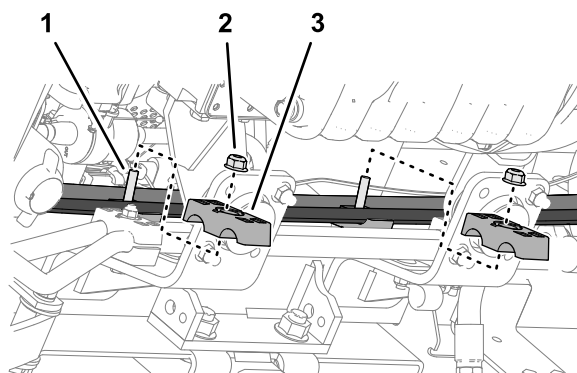

図 127
5. 2つの半割れチューブクランプをキャップスクリューに取り付け、半割れチューブクランプとホース (図 127) を2つのフランジヘッドロックナット (5/16") で固定します。